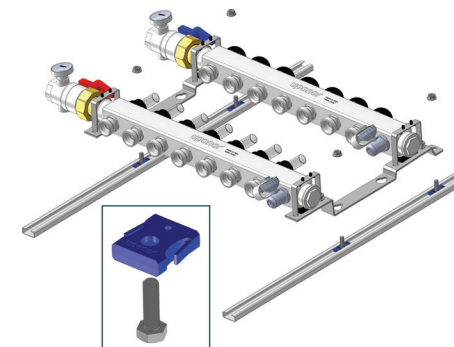

Figure 7 : Montez le collecteur avec les boulons et serrez les écrous légèrement
2. Montez le collecteur sur les rails en utilisant les boulons fournis, puis fixez-le avec les écrous (serrez légèrement) (voir **Figure 7**).